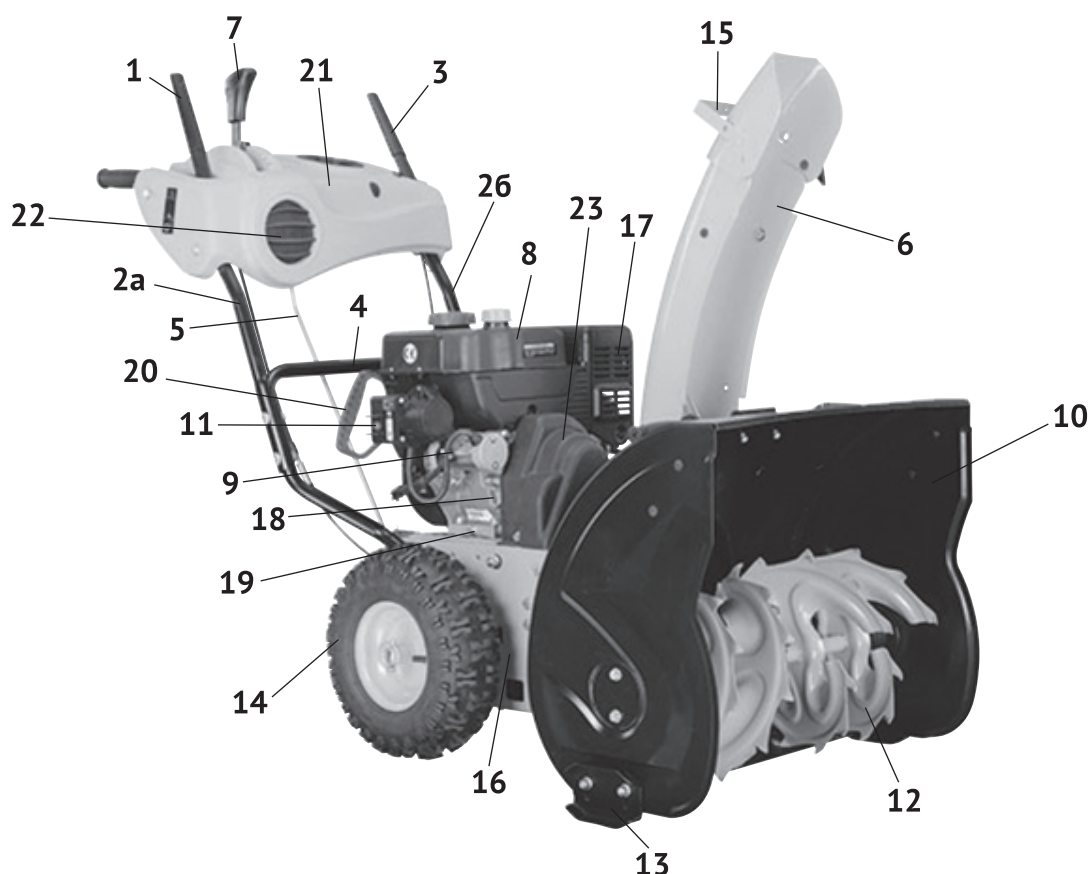

рис.1
2.4 Общий вид снегоуборочника представлен на рис.1
Верхние рукоятки управления с закреплёнными на них рычагами привода колёс и шнека (и тросами), поставляются собранными с панелью управления (рис.1 поз.21). На панели управления смонтированы рычаг переключения скоростей (рис.1 поз.7) и фара (рис.1 поз.22).
⚠ Внимание! Жёлоб для выброса снега (рис.1 поз.6) крепится к снегоуборочнику при помощи трёх планок крепления.
Перед использованием снегоуборочника необходимо отрегулировать положение ограничительных лыж (рис.1 поз.13). Нанних снегозаборник скользит по обрабатываемой поверхности, и кроме того с их помощью выставляется расстояние от нижней планки (струга) снегозаборника до очищаемой поверхности.
Выкрутите пробку-щуп из маслозаливной горловины (рис.1 поз.18) и залейте в картер масло необходимой марки до нижнего края горловины. Для удобства эксплуатации маслозаливные горловины расположены с обеих сторон двигателя. Вставьте сухой чистый щуп в горловину картера и выньте его. Проверьте уровень масла: граница смоченной области щупа должна располагаться между отметками минимального и максимального уровней.
Рычаги приводов колёс и шнека (рис.1 поз.1 и 3) должны прижиматься к рукояткам управления (рис.1 поз.2а и 2б) без чрезмерных усилий.